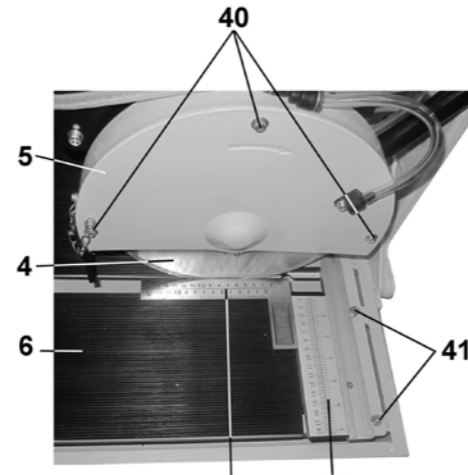

Рис. 11
12. ЗАМЕНА ОТРЕЗНОГО ДИСКА (Рис. 11,14)
12.2. Выкрутите три винта (40), Рис.11, снимите крышку (43). Демонтируйте отрезной диск (4), для чего, удерживая одним ключом (48) шпindel (46) и прилагая усилие в направлении по часовой стрелке на второй ключ (48), открутите гайку (47). Снимите отрезной диск (4). Проверьте рабочие поверхности шпинделя (46) и фланцев (45 и 49).
10.1.3. Как показано на Рис.11, положите угольник (42) на рабочий стол (6) вплотную к фронтальному упору (30). Проверьте положение отрезного диска (4) относительно фронтального упора (30). При необходимости ослабьте три болта (41), произведите регулировку угла 90° фронтального упора (30) относительно отрезного диска (4). По окончании регулировки надёжно закрепите болты (41), Рис.11.